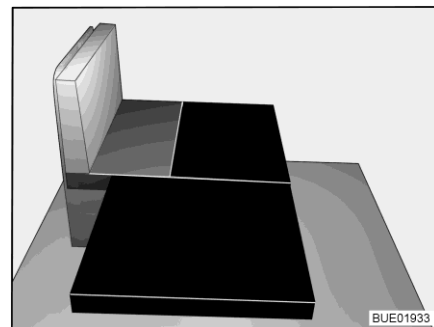

Fig. 60 Après la transformation
- Poser le grand coussin supplémentaire sur le support de coussin (voir Fig. 60).